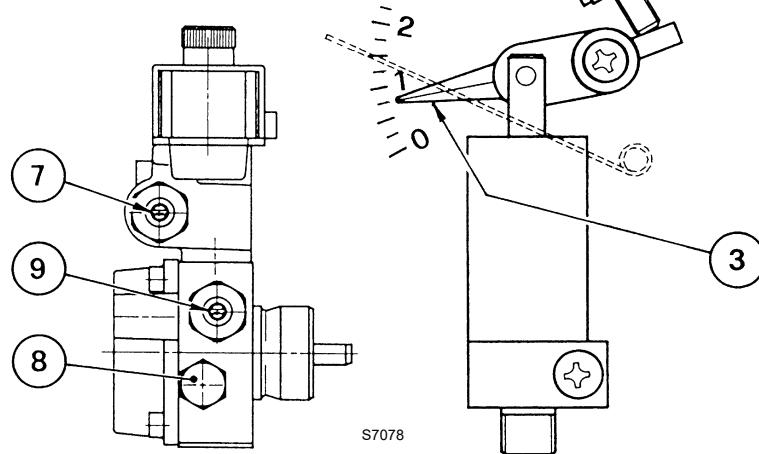

Fig. 15
Le manomètre pour le contrôle de la pression doit être monté à la place du bouchon (8), (voir Fig. 15).
Si la pression doit être modifiée, il suffit de tourner la vis (9). Le manomètre pour le contrôle de la pression doit être monté à la place du bouchon (8), (voir Fig. 15).